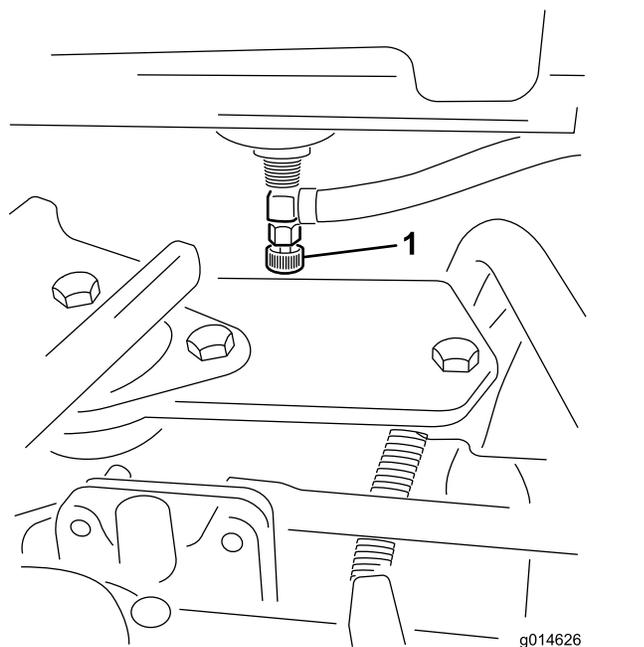

Рисунок 48
1. Закройте отсечной топливный клапан, расположенный под топливным баком (Рисунок 48).